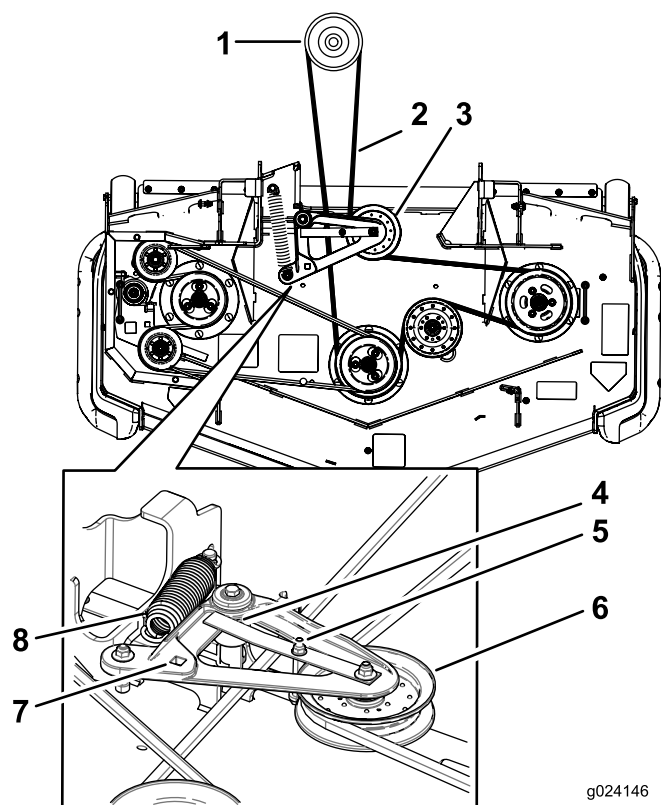

Figure 71
10. Insérez le rochet dans le trou carré pour chausser la courroie sur les poulies du plateau de coupe et les poulies de tension (Figure 71).
6. Insérez un rochet dans le trou carré du bras de la poulie de tension pour détendre le ressort de la poulie (Figure 71).
8. Soulevez la patte du guide-courroie et déposez la courroie existante (Figure 71).
9. Acheminez la courroie neuve autour des poulies du plateau de coupe et de la poulie d'embrayage, sous le moteur (Figure 71).
10. Tournez et vérifiez que la patte du guide-courroie vient frapper le moyeu de pivot (Figure 71).
11. Insérez le rochet dans le trou carré et montez le ressort de la poulie de tension (Figure 71).